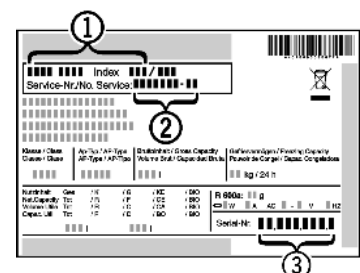

Fig. 8
- ▶ Identificați denumirea aparatului *Fig. 8 (1)*, numărul de service *Fig. 8 (2)* și numărul de serie *Fig. 8 (3)* pe marca de fabricație. Marca de fabricație se află pe partea stângă în interiorul aparatului.
- ▶ Informați serviciul de asistență a clienților și comunicați tipul defecțiunii, denumirea aparatului *Fig. 8 (1)*, numărul de service *Fig. 8 (2)* și numărul de serie *Fig. 8 (3)*.